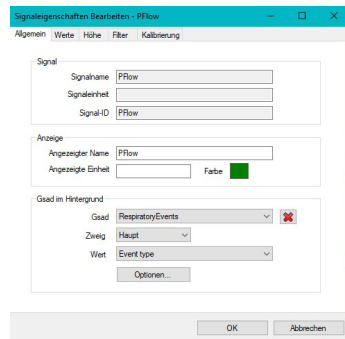

Abbildung 78: Ereignisse im Hintergrund
- Das Ereignis kann auch direkt auf dem Signal markiert werden. Klicken Sie mit der rechten Maustaste auf die Bezeichnung des Signals. Eigenschaften auswählen, Abbildung 78: Auswahl des Ereignisses, das auf dem ausgewählten Signal markiert werden soll.